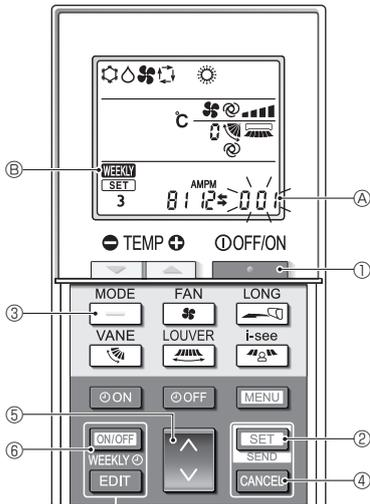

Fig. 6-7
6.8.8. Cómo desactivar el funcionamiento en modo Auto (Fig. 6-7)
1. Pulse el botón **TEMP** ① para detener el acondicionador de aire.
- Si el temporizador semanal está activado, pulse el botón **ON/OFF WEEKLY** ⑥ para desactivarlo. (**WEEKLY** ⑥ desaparece).
2. Pulse el botón **SET** ② durante 5 segundos.
- El equipo entra en el modo de ajuste de funciones. (El número de ajuste del modelo de grupo ① parpadea).
3. Pulse el botón **↓** ④.
4. Completar los ajustes (Fig. 6-7)